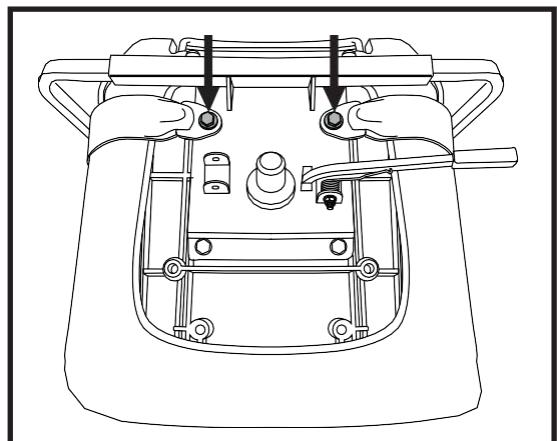

Abbildung 28. Sicherheitsgurt Schrauben
2. Stellen Sie den Sitz auf den Kopf, so dass Sie die Unterseite der Sitzfläche sehen können. Siehe Abbildung 28.